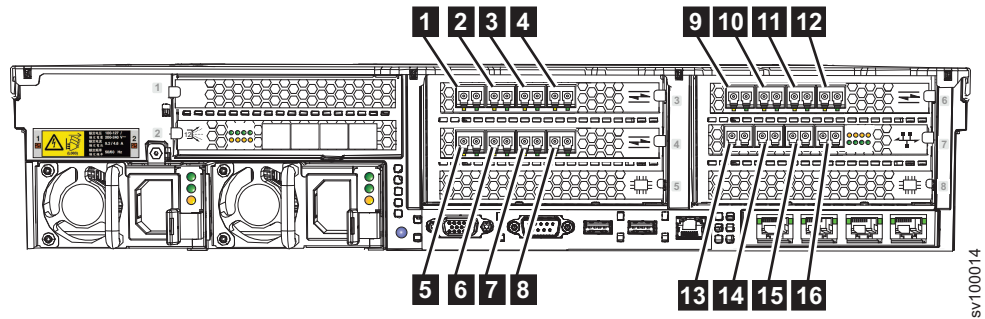

Figura 32. Puertos de canal de fibra
3. Opcional: Si está instalada la característica del canal de fibra, puede conectar los cables del canal de fibra a los puertos del canal de fibra según lo requerido por la configuración. Figura 32 en la página 29 muestra un ejemplo del dispositivo con adaptadores de canal de fibra de 16 Gbps que se han instalado en las ranuras 3, 4 y 6. Se utiliza un adaptador Ethernet óptico de 10 Gbps para las comunicaciones FCoE (Fibre Channel over Ethernet) y se instala en la ranura 7, proporcionando puertos de canal de fibra adicionales.